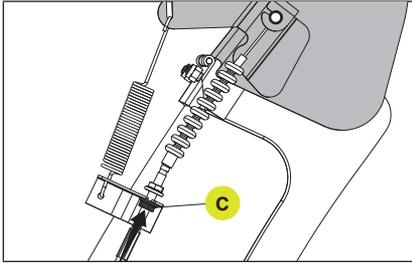

Figure 47
4. Tournez l'écrou inférieur (C) dans le sens des aiguilles d'une montre pour déplacer l'écrou vers le haut, en direction du support, afin de supprimer le mou du câble. Arrêtez de tourner l'écrou lorsque vous sentez que le câble est engagé contre le ressort de rappel et juste avant que le déflecteur ne commence à descendre. Si le déflecteur descend un peu, tournez l'écrou inférieur dans le sens inverse des aiguilles d'une montre en l'éloignant du support pour engager le ressort, sans déplacer le déflecteur vers le bas. (Fig. 47)